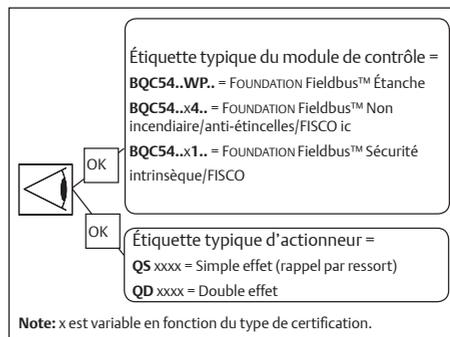

Fig. 2.2 Identification
- * Vérifier l'étiquette du module pour assurer une bonne exécution des opérations (voir la figure 2.2).
- * Vérifier le type d'actionneur : simple effet ou double effet (voir la figure 2.2).